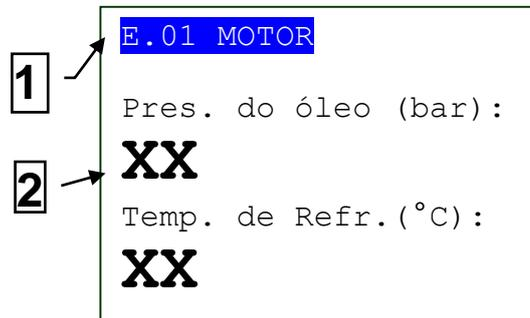

Fig. 3 - Áreas de visualização
12.4.4 Estrutura das áreas de visualização (Ref. Fig. 3)